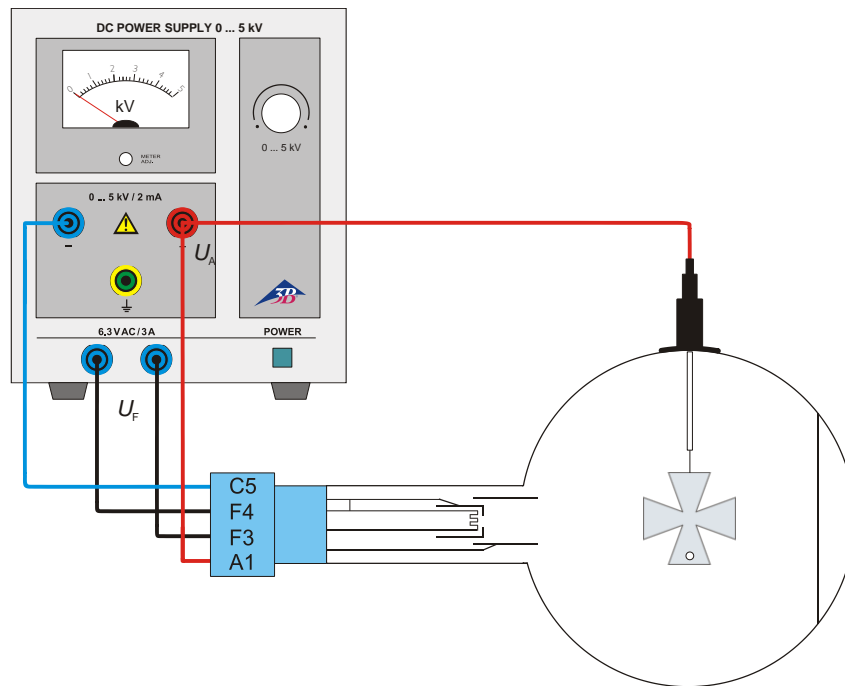

Fig. 1 Propagação retilínea de feixes de elétrons
- Executar as conexões conforme a fig. 1.